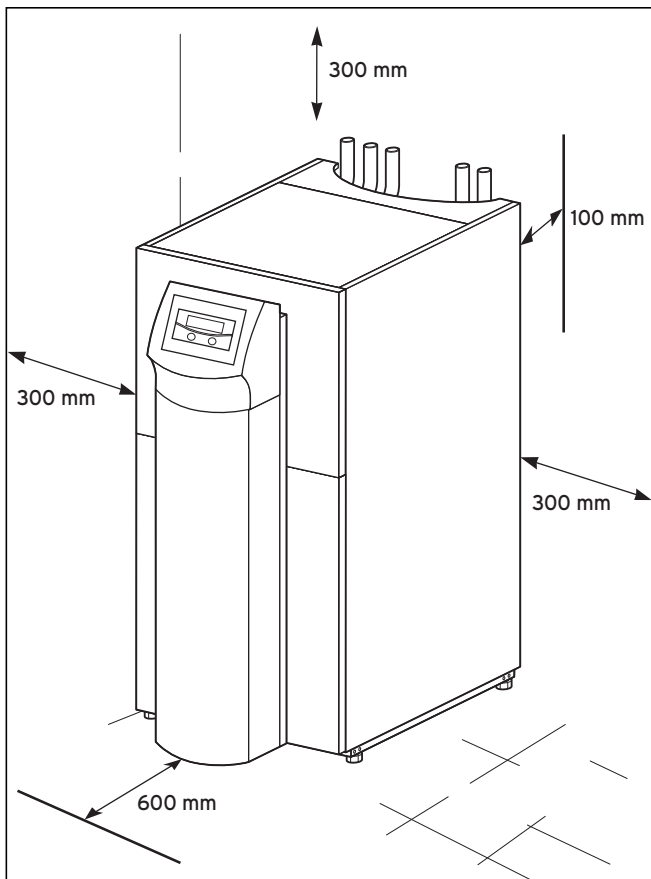

Abb. 4.2 Mindestabstände zur Aufstellung der Wärmepumpe
- Beachten Sie beim Aufstellen der Wärmepumpe die Mindest-Wandabstände (→ **Abb. 4.2**).